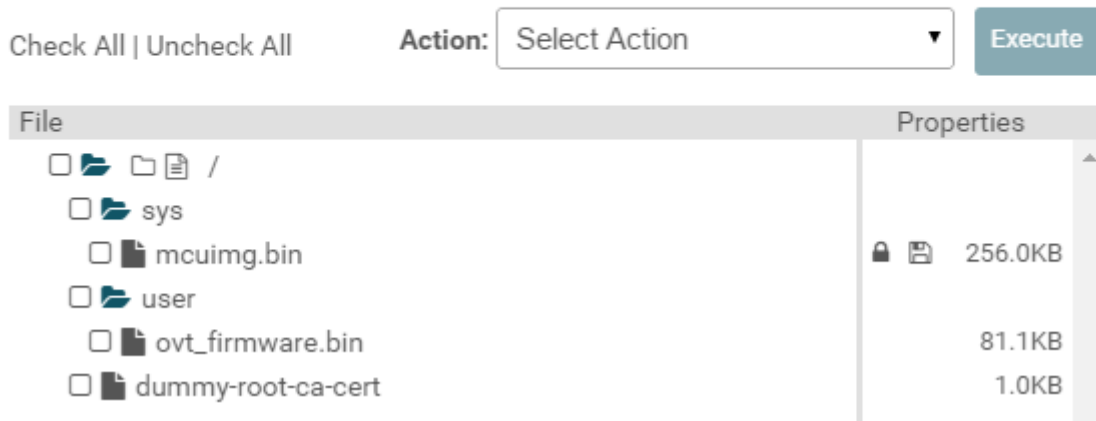

图 3-1. Uniflash 文件系统
4. 在新的 *user* 文件夹中，添加位于 `<CC3220 SDK>\source\third_party\ov788\` 文件夹中的 `dsif_slave_9732.bin` 文件。将此文件命名为 `ovt_firmware.bin`，如图 3-1 所示。